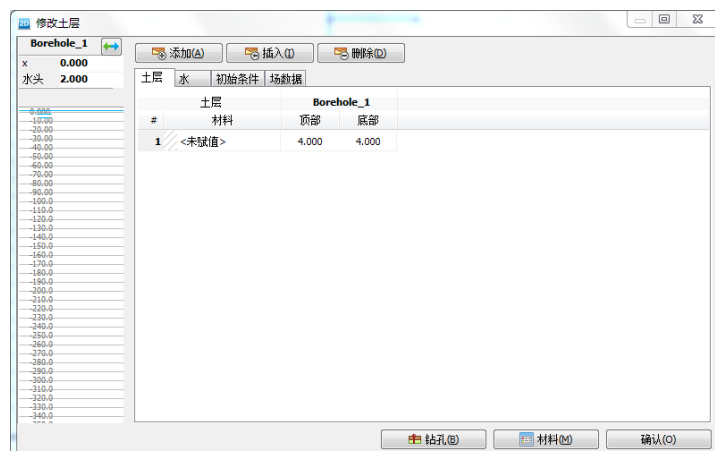

图 5 修改土层窗口
- 默认水位线位于 $y=-0m$ 。在钻孔柱状图上边修改水头为 2m（图 5）。